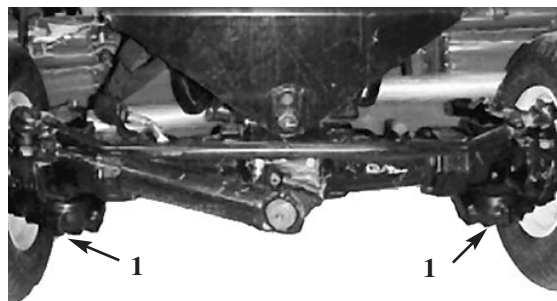

Fig. 53
4. Girare in senso orario fin quando la distanza fra la parte interna dell'occhiello del bullone e la parte interna della piastra di ancoraggio della molla viene ridotta di 3 mm, come illustra la Fig. 53. Serrare il dado.
Cambio del lubrificante del ponte posteriore (Fig. 53) (solo Mod. 03551)